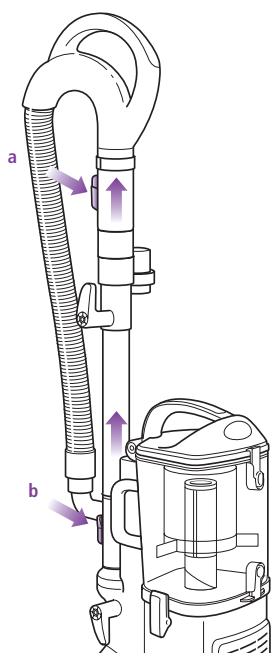

Fig. 12
- 2 Appuyez sur le bouton de dégagement de la poignée (a) et tirez la poignée vers le haut ou appuyez sur le bouton de dégagement du tube de rallonge (b) et tirez le tube de rallonge vers le haut. (Fig. 12)